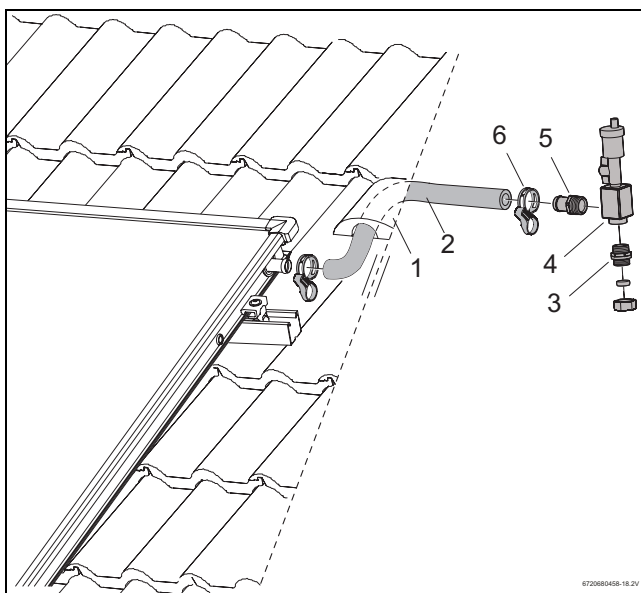

Fig. 51 Montarea furtunului solar la racordul hidraulic de tur
- ▶ Împingeți furtunul solar (1000 mm, Fig. 51, [2]) pe țeava pentru tur a câmpului de panouri și fixați-l cu brida cu bandă elastică.
- ▶ Treceți furtunul solar și cablul senzorului prin țigla de aerisire (Fig. 51, [1]) și prin izolația acoperișului.
- ▶ Înșurubați strâns capătul furtunului R $\frac{3}{4}$ cu o-ring (Fig. 51, [5]) și niplul dublu cu o-ring (Fig. 51, [3]) în ventilul aerisitor (Fig. 51, [4]).
- ▶ Împingeți capătul furtunului pe furtunul solar până se oprește și fixați-l cu brida cu bandă elastică (Fig. 51, [6]).
- ▶ Racordați canalul colector la presetupa de fixare (Fig. 51, [3]).